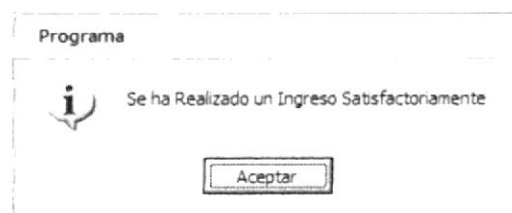

Figura 5.15 Mensaje de Ingreso de Empresa
13. Si se ha realizado el ingreso aparecerá el mensaje (Ver figura 5.15)